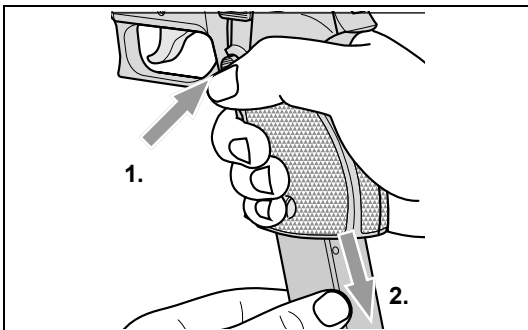

Fig. 2, Enlèvement du chargeur
1. Enlevez le chargeur vide (voir Fig. 2).
3. Actionnez l'arrêteur de chargeur **43** et enlevez le chargeur (voir Fig. 2).
- Actionnez l'arrêteur de chargeur **43** et enlevez le chargeur (voir Fig. 2).